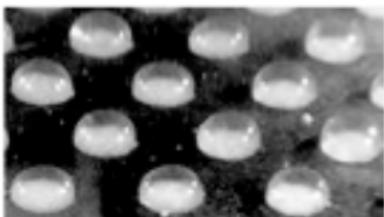

Fig. 1
8. Quando il timer emette il segnale acustico, verificare che tutti i microrilievi siano pronti per il prelievo, ovvero ben sollevati, trasparenti e lucidi (Fig. 1).